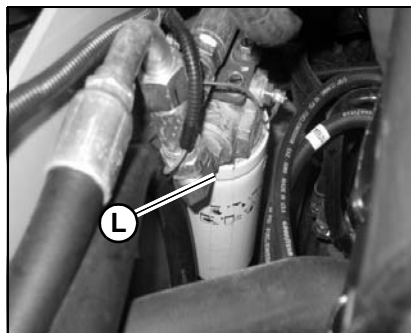

Figura 106 – Filtro del aceite hidráulico
- Destornille y retire el filtro del aceite hidráulico (L, Figura 106).
- Limpe la superficie de la caja del filtro en el lugar en que el sello del elemento entra en contacto con la caja. Aplique aceite limpio en la junta de caucho del filtro nuevo (L).
- Instale y apriete el filtro (L) 3/4 de vuelta pasada del punto en que la junta entra en contacto con la cabeza del filtro.
7. Destornille y retire el filtro del aceite hidráulico (L, Figura 106).
8. Limpie la superficie de la caja del filtro en el lugar en que el sello del elemento entra en contacto con la caja. Aplique aceite limpio en la junta de caucho del filtro nuevo (L, Figura 106).
9. Instale y apriete el filtro (L, Figura 106) 3/4 de vuelta pasada del punto en que la junta entra en contacto con la cabeza del filtro.